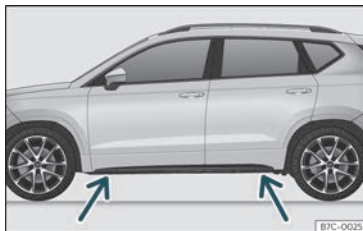

Fig. 33 Pontos de apoio do macaco.
- Procure na longarina a marca do ponto de apoio do macaco (zona afundada) mais próximo da roda a substituir >>> Fig. 33.